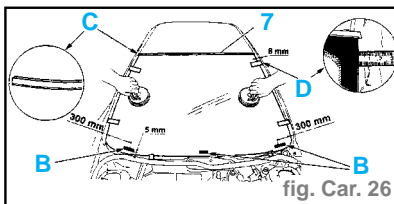

fig. Car. 26
- Poser les cales de pare-brise (B) à 5 mm du bas et à 300 mm des bords latéraux (fig. Car. 26).